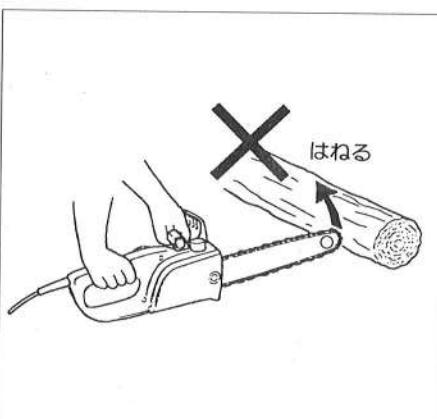

図14
- 図ソーチェーンの先端を切断材に当てますと、本機がはね上がり正常な作業ができないばかりか、危険ですので絶対にこのような操作はしないでください。(図14参照)